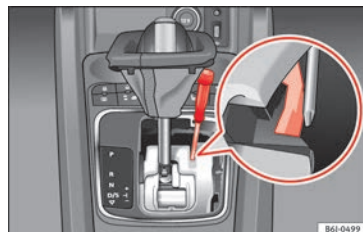

Fig. 46 Desbloqueo de emergencia de la palanca selectora.
- Pulse con un dedo la pieza de plástico amarilla en el sentido de la flecha » fig. 46.